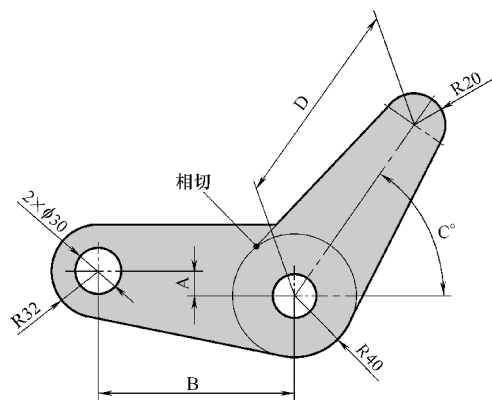

图 A-1 练习题 1
1. 参照图 A-1 绘制图形。请问图形中深色区域的面积是多少？